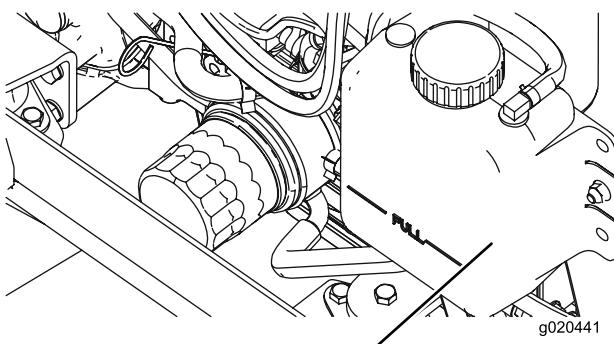

Figura 9
1. Retire cuidadosamente a tampa do radiador e a tampa do depósito de expansão (Figura 9).